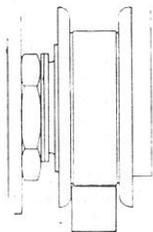

Fig. 33B
- (c) Si, cependant, es galets sont placés comme dans la Fig. 33B, il faut caler le couteau du piston, comme indiqué page 25.